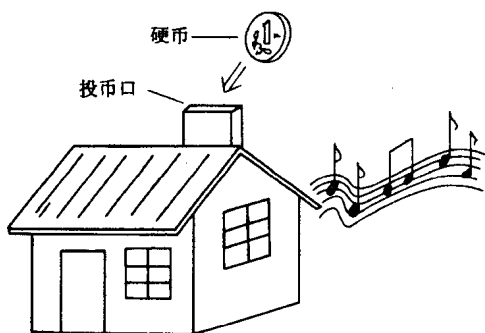

图 1-1
(1) 自己动手给普通的储钱罐加装一套简单的电子装置, 就能制成一个有趣的音乐储钱罐(见图 1-1)。每当你向储钱罐内投入一枚硬币, 储钱罐便会奏出一首悦耳的乐曲, 每次放送的乐曲也不相同(共含有 16 首不同的乐曲), 别有一番情趣。